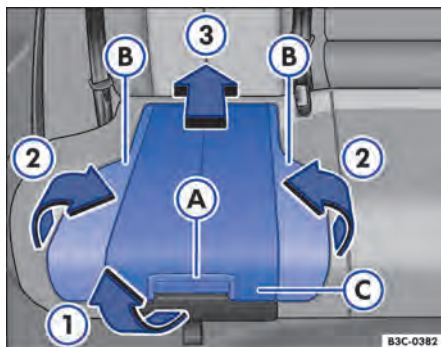

Fig. 91 Cadeira de criança integrada: posicionar o estofamento do banco.
- Pela alavanca de destravamento ⇒ Fig. 91 A, puxar o estofamento do banco para frente no sentido da seta ①.
- Rebater os dois lados B para cima no sentido da seta ②.
- Pressionar o estofamento do banco C para trás no sentido da seta ③, até que ele se trave.